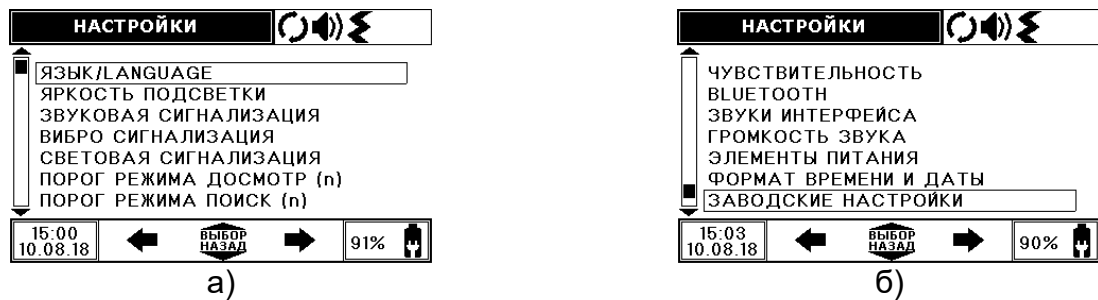
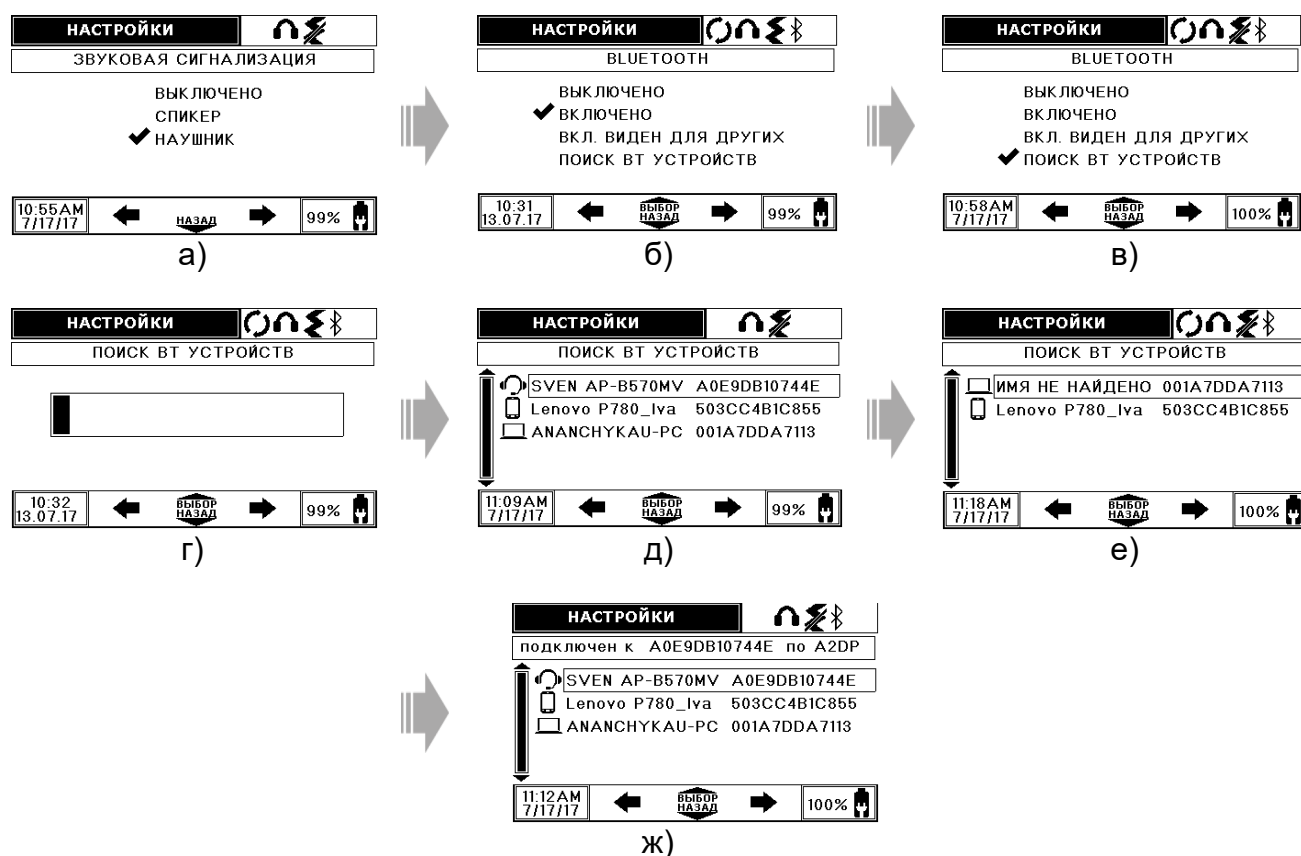

Рисунок 2.13 – Меню режима настроек
Рисунок 2.15 – Установка Bluetooth-соединения с гарнитурой
Вход в режим настроек прибора осуществляется через главное меню, нажав кнопку , при этом на ЖКИ отобразится меню *режима настроек* (рисунок 2.13 а) - б)). Перемещение по меню *режима Настройки*, а также изменение числовых значений осуществляется кнопками и , выбор и подтверждение действия – кнопкой . Выбранная позиция всегда отмечена на ЖКИ галочкой .
Bluetooth-гарнитура используется для беспроводной передачи радиосигнала звуковой сигнализации. Для установления связи с Bluetooth-гарнитурой необходимо (рисунок 2.15):
- в меню *режима настройки* ЗВУКОВАЯ СИГНАЛИЗАЦИЯ выбрать НАУШНИК – в верхнем правом углу отобразится значок наушников (рисунок 2.15 а));
- далее в меню *режима настройки* BLUETOOTH выбрать ВКЛЮЧЕНО, после чего в верхнем правом углу появится мигающий значок (рисунок 2.15 б)) и прибор вернется в меню *режима настройки* (рисунок 2.13);
- войти в меню *режима настройки* BLUETOOTH кнопкой (рисунок 2.15 в)) и выбрать ПОИСК ВТ УСТРОЙСТВ (рисунок 2.15 г)), на ЖКИ прибора запустится индикация поиска устройств (рисунок 2.15 г)) и появится список всех найденных устройств (рисунок 2.15 д));
- наименование Bluetooth-устройств состоит из двух частей: имя (Sven AP-B570MW) и MAC-адрес (A0E9DB10744E). Если имя устройства не определилось по запросу, то оно идентифицируется как ИМЯ НЕ НАЙДЕНО (рисунок 2.15 е));
- кнопками перемещения по меню ◀ и ▶ выбрать из списка (рисунок 2.15 д)) устройство Sven AP-B570MW A0E9DB10744E и подтвердить действие кнопкой (рисунок 2.15 ж));
- прибор подключится к выбранным наушникам и выдаст сообщение в верхней строке ПОДКЛЮЧЕН К A0E9DB10744E (рисунок 2.15 ж));
- в меню *режима настройки* ЗВУКОВАЯ СИГНАЛИЗАЦИЯ выбрать НАУШНИКИ – в верхнем правом углу отобразится значок наушников  (рисунок 2.15 а));
- далее в меню *режима настройки* BLUETOOTH выбрать ВКЛЮЧЕНО, после чего в верхнем правом углу появится мигающий значок  (рисунок 2.15 б)) и прибор вернется в меню *режима настройки* (рисунок 2.13);
- далее в меню *режима настройки* BLUETOOTH выбрать ВЫКЛЮЧЕНО, после чего в верхнем правом углу перестанет мигать значок  (рисунок 2.15 б)) и прибор вернется в меню *режима настройки* (рисунок 2.13).